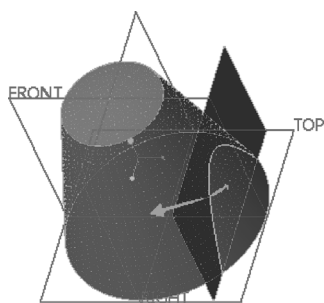
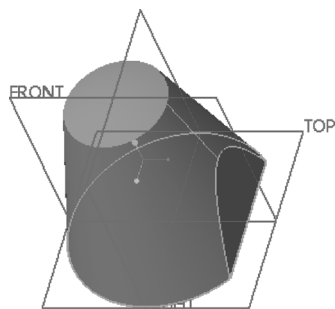

图 5-35 合并动态预览
图 5-36 面组合并的效果
- 7) 合并面组的动态预览效果如图 5-35 所示。在“合并”选项卡中单击 (完成) 按钮, 得到的面组合并的效果如图 5-36 所示。